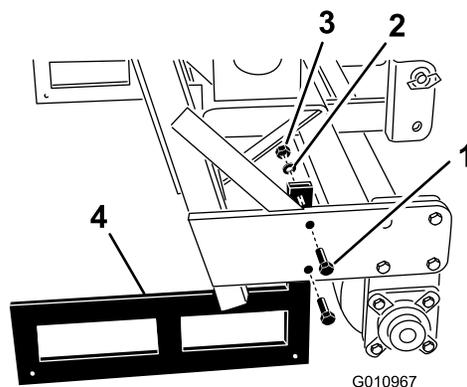

図 32
2. 保管用スタンドとエアレータとを接続しているボルトとナットを取り外す (図 32)。